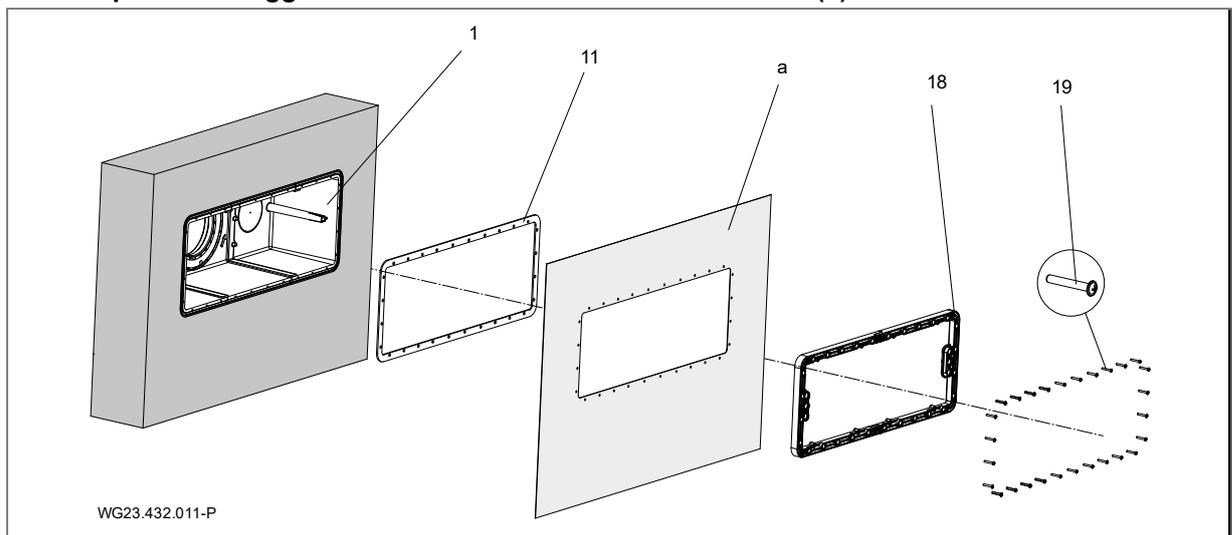

Fig. 7
Per l'impermeabilizzazione della parete in calcestruzzo, si consiglia di creare un anello circonfrenziale di resina epossidica/sabbia di quarzo sulla parete esterna dell'alloggiamento (1) sul lato della vasca. Vedere "Fig. 7" a pagina 15.